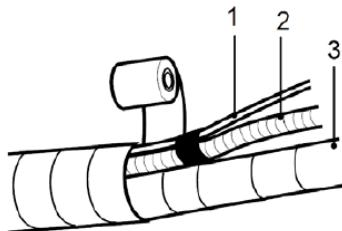

fig. 24 -
- Despues de envolver las tuberías con material protector, unir el cable de conexión eléctrica (1-"fig. 24 -"), la tubería de drenaje de condensado (2-"fig. 24 -") y las tuberías (3-"fig. 24 -").